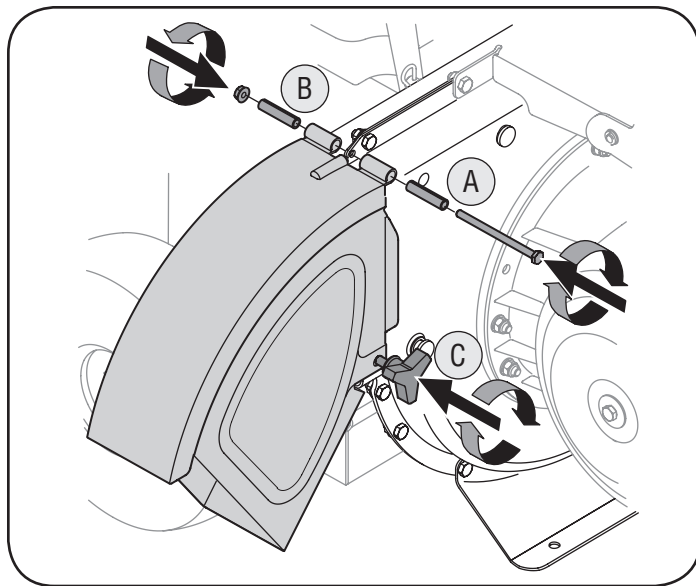

Figura 4
2. A. Ponga en línea el canal deflector en su posición en la abertura de descarga e inserte el bulón hexagonal con el separador a través de la bisagra del canal deflector (los separadores van dentro de las bisagras). Vea la Figura 4.